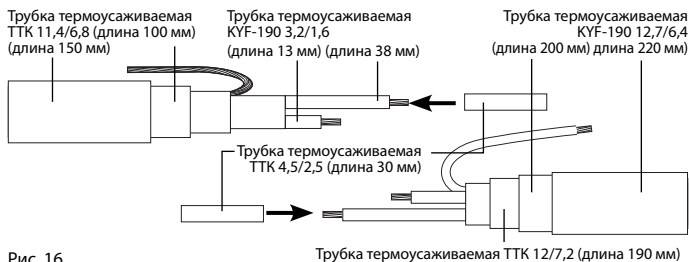

Рис. 16
- 7.3. На изолированную термоусаживаемой трубкой жилу нагревательной ленты и жилу установочного провода длиной 45 мм надеть термоусаживаемые трубки ТТК 4,5/2,5 (длина 30 мм) (рис. 16).